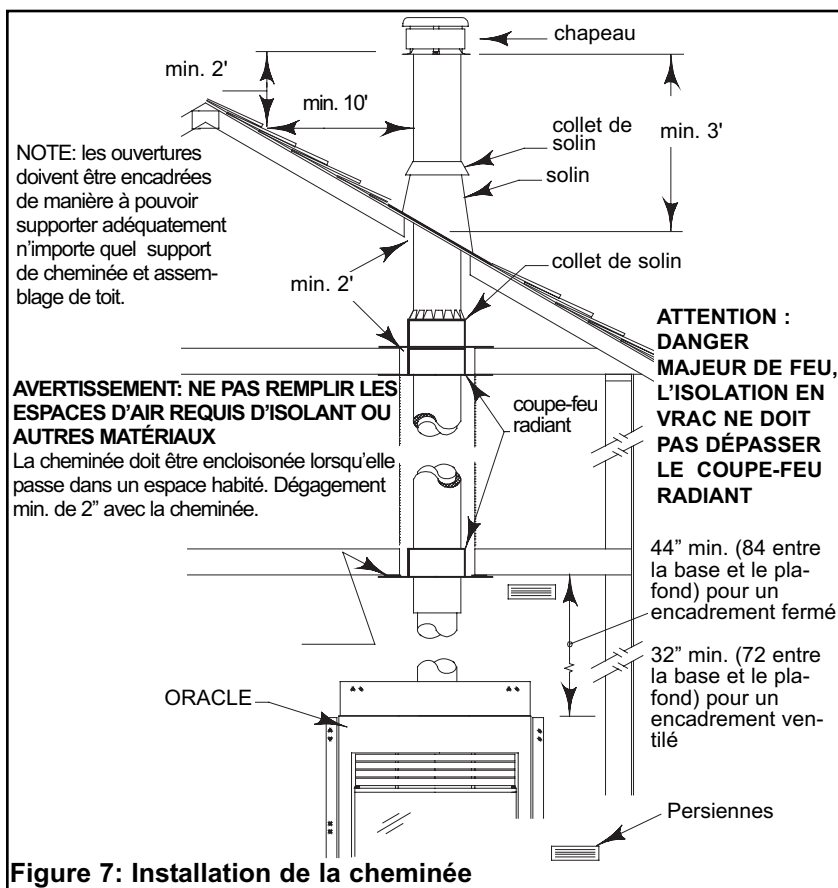

Figure 7: Installation de la cheminée
2. Installez un coupe-feu radiant au dessous de chaque plancher que traverse la cheminée. Au niveau du grenier, installez un coupe-feu radiant ainsi qu'un collet de solin (si requis) tel qu'indiqué à la Figure 7.